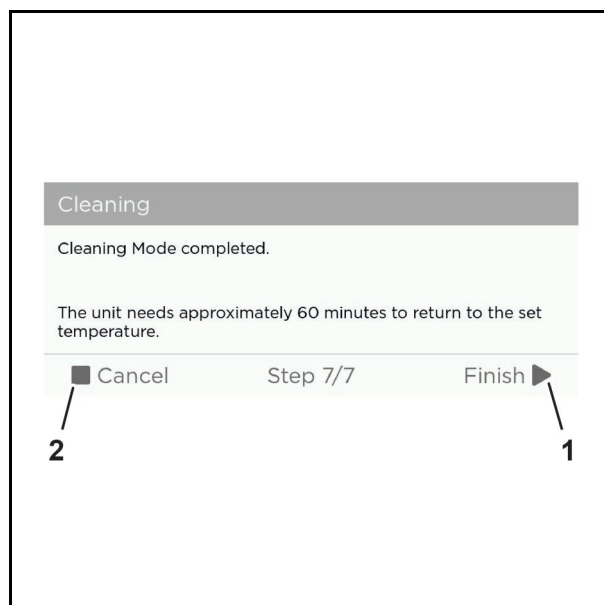

Abb. 73 Przykładowa grafika
11. Nacisnąć przycisk „Finish” (zakończ) (Abb. 73/1), aby zakończyć czyszczenie lub „Cancel” (anuluj) (Abb. 73/2), aby anulować czyszczenie.